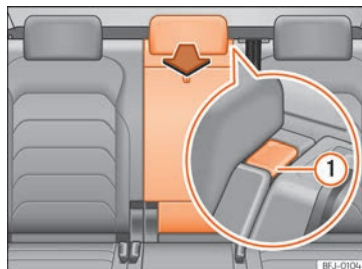

Abb. 126 Rücksitzlehne: Öffnung der Durchladeeinrichtung.
- Entriegelungstaste » Abb. 126 ⓘ drücken und Deckel der Durchladevorrichtung nach vorn klappen » ⚠️.